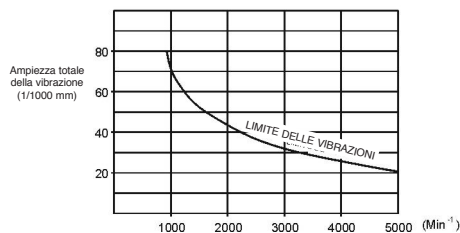

Fig. 4
(4) Fig. 4 mostra i valori nominali delle vibrazioni nel caso di installazione e lavoro con i tubi correttamente montati.